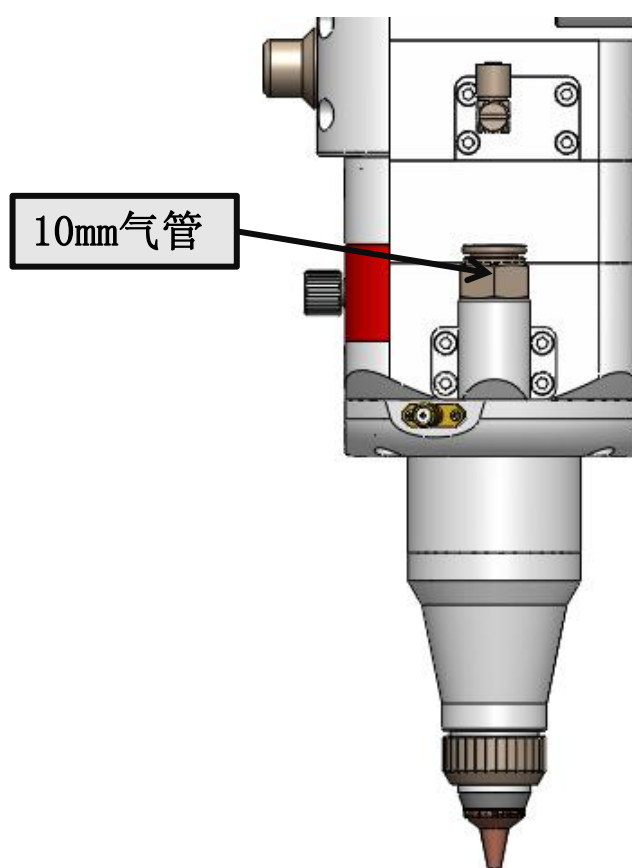

图1.5
- ① 输入口接10mm气管，如下图1.5所示，用于对接切割气体，输入压力 $<3.0\text{Mpa}$ 。